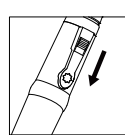

Fig 1
- Encienda (o apague) el dispositivo presionando hacia abajo (o hacia arriba) como en la fig 1.